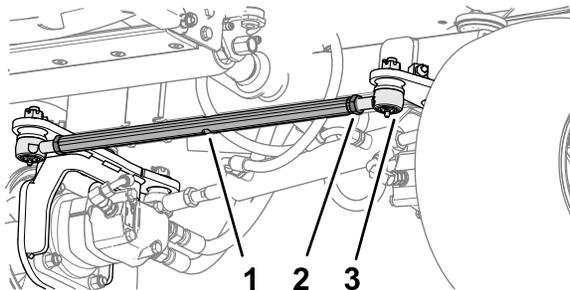

Figura 75
1. Nella parte anteriore della ruota posteriore, allentate i 2 controdadi che fissano il gruppo asta di accoppiamento alle estremità dell'asta (Figura 75).
2. Allineate le ruote ruotando l'asta di accoppiamento (Figura 75).
5. Serrate i 2 controdadi per fissare il gruppo asta di accoppiamento e le estremità dell'asta (Figura 75).